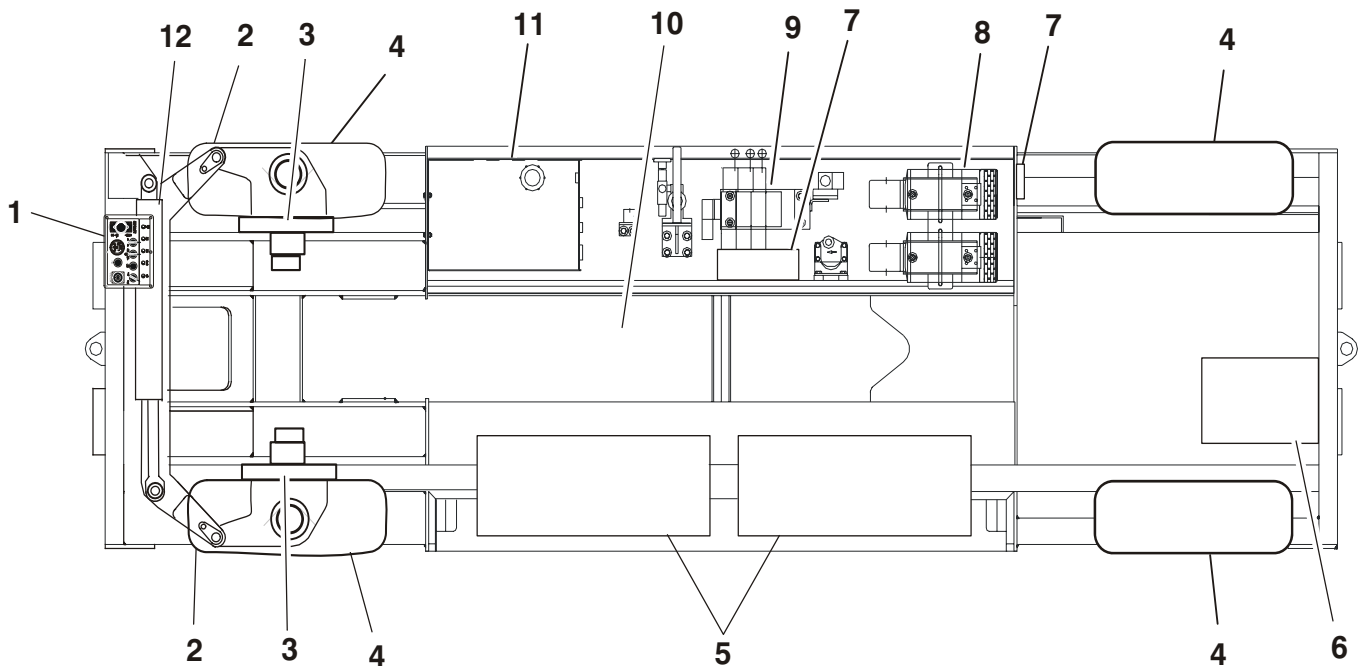

Figura 2-1. Diagrama de inspección visual diaria (hoja 1 de 3)
5. **Inspección visual** – Consultar la Figura 2-1.